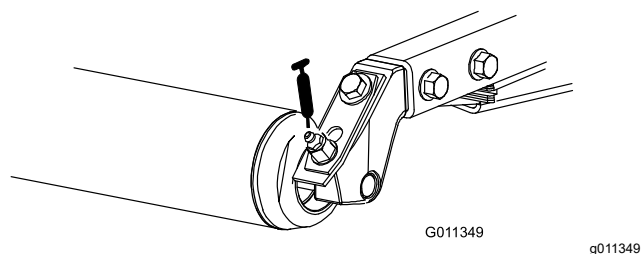

Рисунок 50
- Задние роликоподшипники (по 2 на режущий блок) (Рисунок 50)